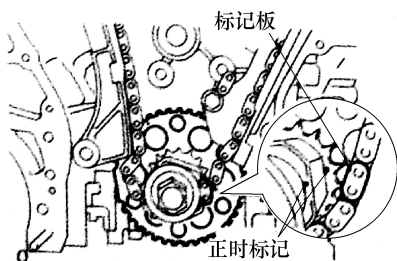

图 1-146 正时对准设置
④ 如图 1-146 所示，对准标记板和正时标记，并将链条安装到曲轴正时链轮上。